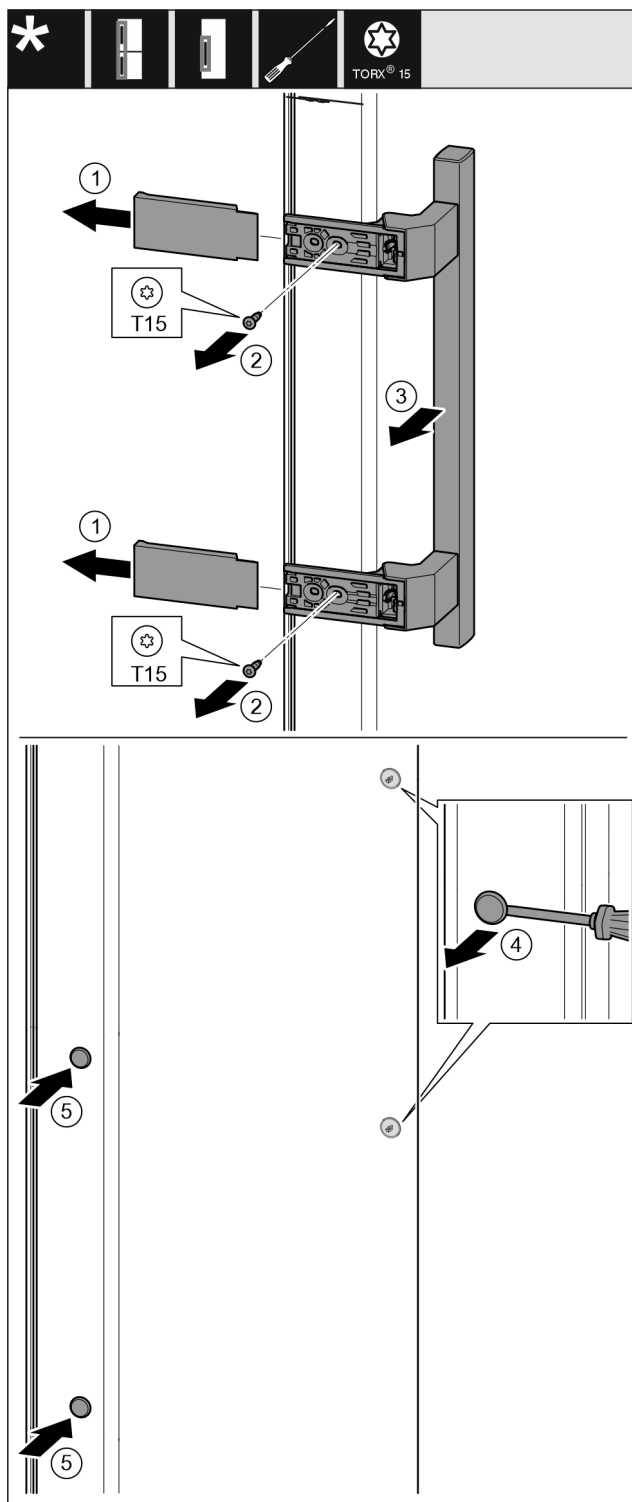

Fig. 17
- ▶ Trekk dekselet av. Fig. 17 (1)
- ▶ Skru ut skruene med skrutrekker T15. Fig. 17 (2)
- ▶ Ta av håndtaket. Fig. 17 (3)
- ▶ Løft sideproppen forsiktig opp med en skrutrekker, og trekk den ut. Fig. 17 (4)
- ▶ Sett proppen inn igjen på den andre siden. Fig. 17 (5)